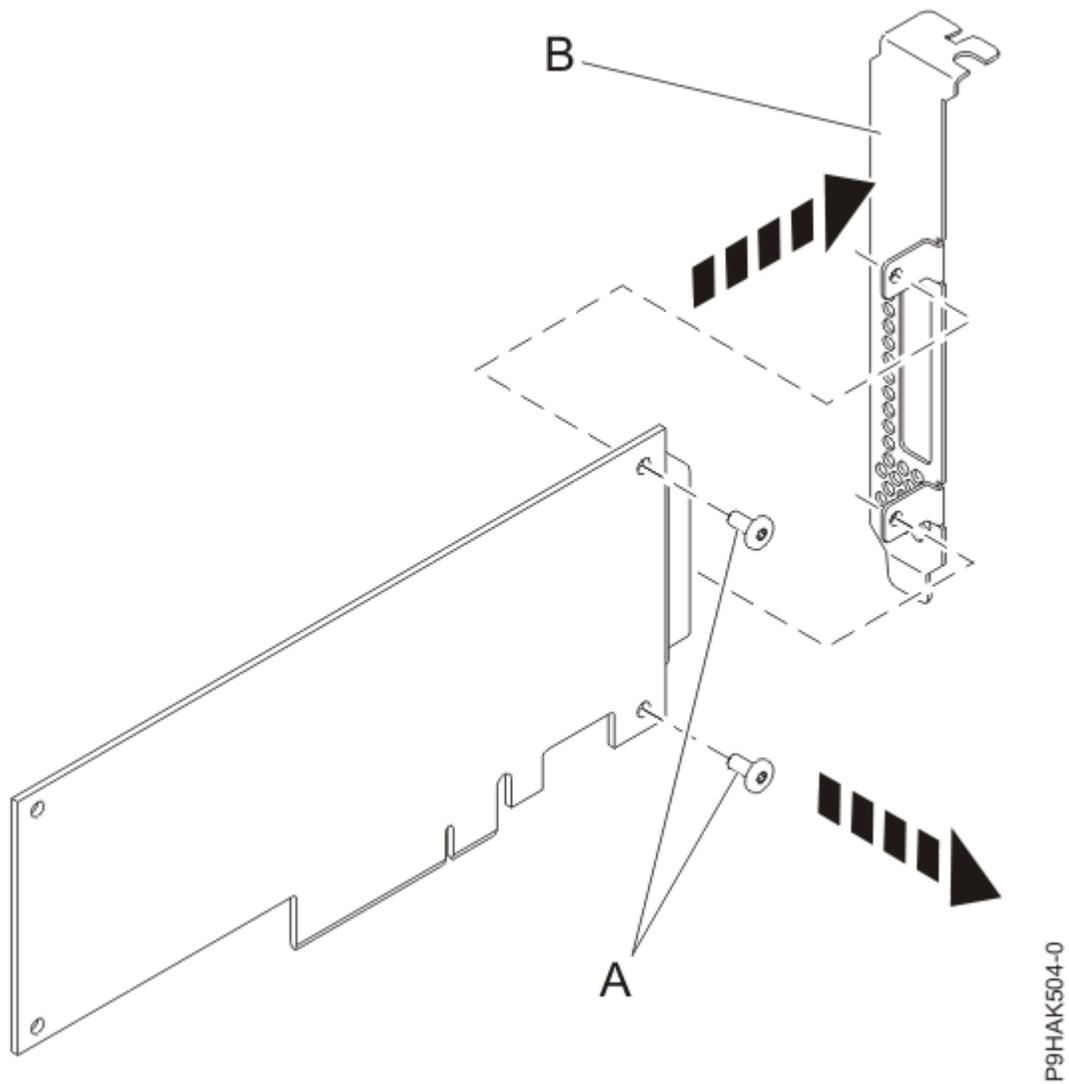

図 47. 新しいアダプターからのハイプロファイル・テール・ストックの取り外し
8. 73 ページの図 47 に示すように、プラスのねじ回しを使用して、ハイプロファイル・テール・ストック (B) を新しいアダプターに取り付けている 2 個の留めねじ (A) を外します。